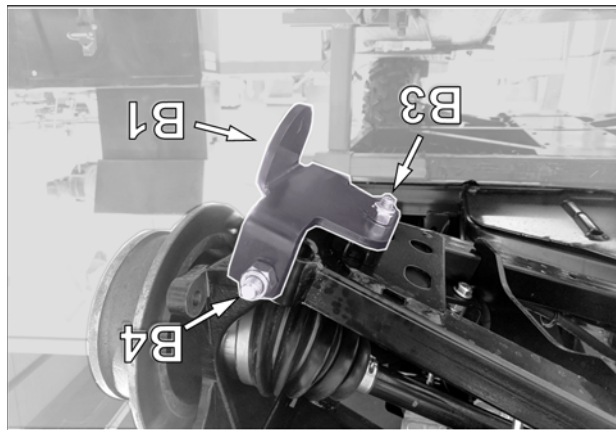

Fig. 6
6. Placer l'ancrage de suspension (B1) sous le bras de suspension et insérer le nouveau boulon M12x170mm (B4) à l'ancrage de suspension et à la fixation du moyeu de roue. Voir la Fig. 6